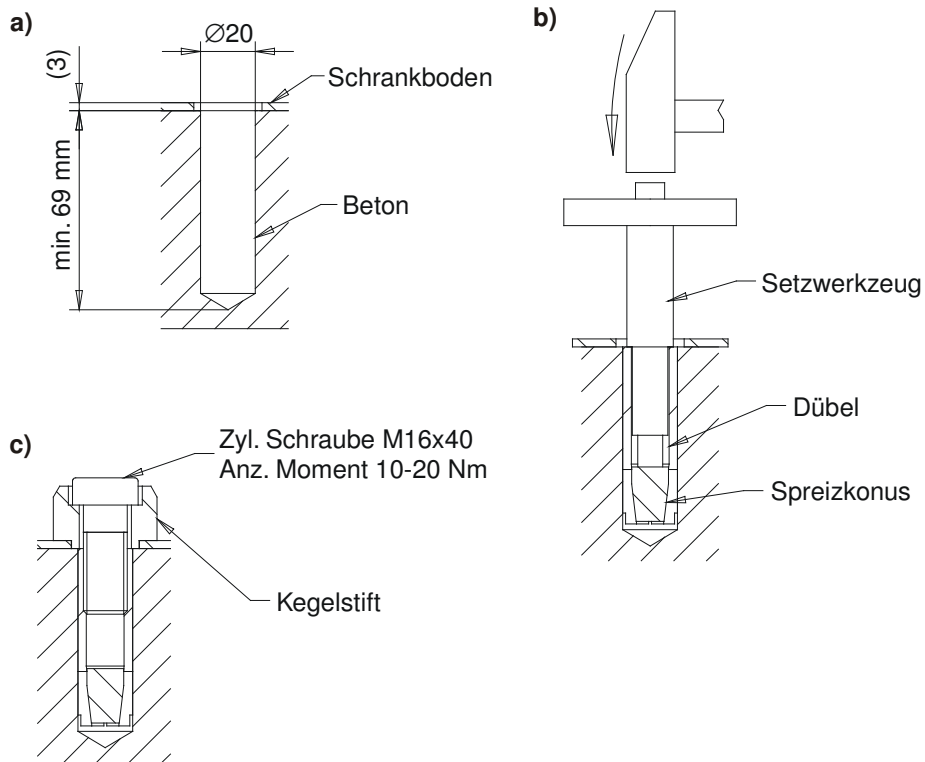

Bild 6-19
- a. Den Schrankboden als Bohrschablone für das Bohren der vier Dübellöcher verwenden. Mit Hartmetall-Hammerbohrer wie in Bild 6-19/a bohren. Das Bohrmehl aus dem Bohrloch entfernen.
- b. Die beiliegenden Dübel in das Bohrloch einführen und mit leichten Hammer schlägen eintreiben. Den Spreizkonus im Dübel mit dem Einschlagwerkzeug nach Bild 6-19/b so weit eintreiben, bis der Bund des Werkzeuges auf dem Dübel aufsitzt.
- c. Die Kegelstifte des Schrankes zentriert auf die Löcher der Bodenplatte setzen und mittels der mitgelieferten Zylinderschrauben entsprechend Bild 6-19/c montieren. Das Anzugsmoment beträgt 10 – 20 Nm.